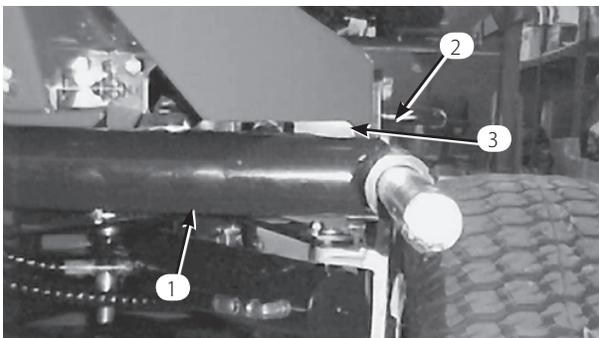
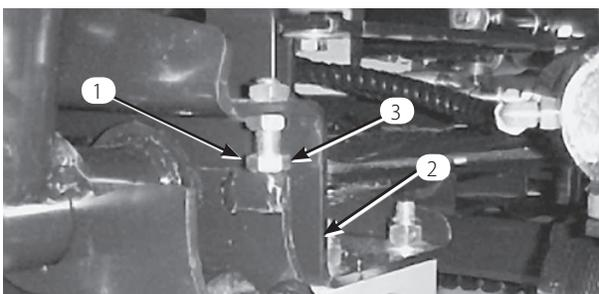
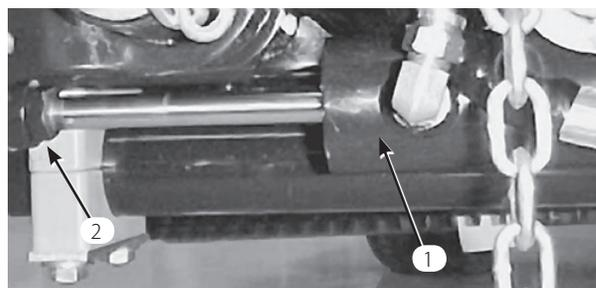
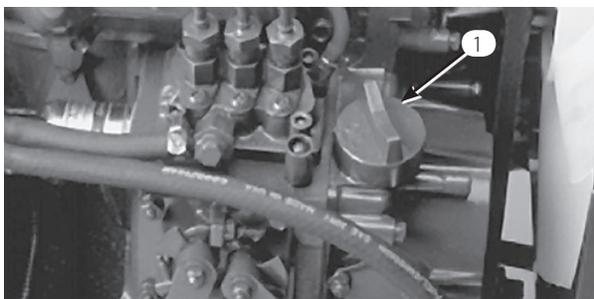

図6
図7
図8
図 12
1. エンジンを始動し、デッキを上昇させ、各昇降アームとフロア・プレート・ブラケットの間のすきまが 5~8 mmであることを確認する(図6)。この値が 5~8mmの間でない場合は、ストップボルト(図7)を戻し、シリンダ(図12)を調整して隙間を作る。シリンダの調整は、シリンダ(図8)についているジャムナットを戻し、ロッドの端部からピンを抜いてクレビスを回転させて行う。調整が終わったらピンを取り付けて隙間の大きさを確認し、必要に応じて再調整する。クレビスのジャム・ナットを締める。
2. 各昇降アームとストップボルトとの隙間(図7)が 0.13~1.02 mmの間にあるかどうか点検する。この範囲になればストップボルトを調整する。
3. 不足していれば補給口キャップ (図12) をとり、ディップスティックの Full 位置まで少量ずつオイルを補給する。補給中、ディップスティックで何度か油量を確認しながら入れること。